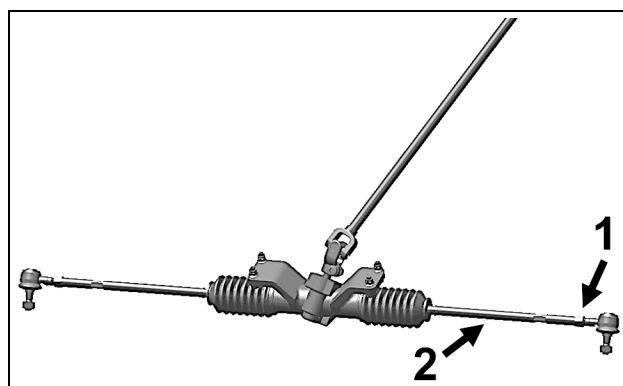

Figure 22
Pour effectuer l'ajustement sur le VCC, premièrement débloquer l'écrou (1) de chaque tige d'accouplement (2) de la direction, visser ou dévisser ensuite la tige d'accouplement (2) d'un nombre de tours égal des deux côtés du véhicule. Voir la Figure 22.